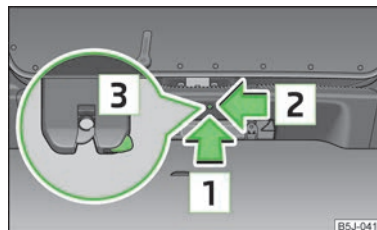

Fig. 18
- > Introduceți în orificiul din capitonaj o șurubelniță sau o altă unealtă asemănătoare, în sensul indicat de săgeată » fig. 18, până la capăt.